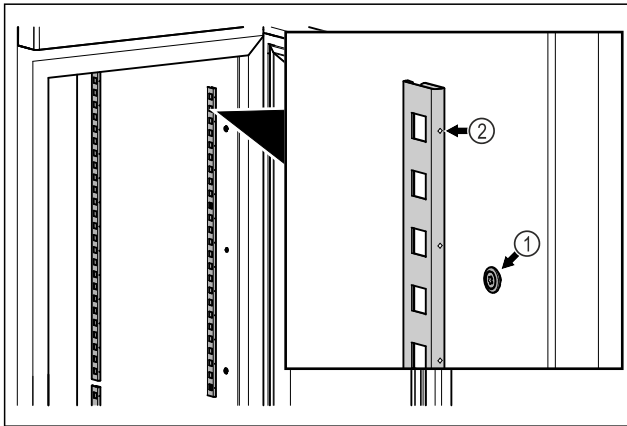

Fig. 48 Приблизне відображення
- ▶ Зачепити фіксувальну планку за підвіску Fig. 48 (1). Маркування Fig. 48 (2) повинно бути спрямоване вперед.